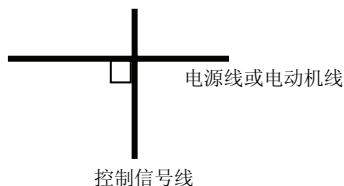

图 4-2 系统配线要求
- (1) 变频器的机电缆线（U、V、W 端子引出线）与电源电缆线（R、S、T 端子输入线）应该保证足够的距离且尽可能远。
- (2) U、V、W 端子三根电机线尽量置于金属管或金属布线槽内。
- (3) 一般控制信号线应采用屏蔽电缆，屏蔽层与变频器 ⊕ 端相连后，以靠近变频器侧单端接地。
- (4) 变频器 ⊕ 端接地电缆必须直接与接地板相连，不得借用其它设备接地线接地，并且接地点应尽可能靠近变频器。
- (5) 强电电缆（R、S、T、U、V、W）不得与控制信号线平行近距离布线，更不能捆扎在一起，须保持 20~60 厘米（与强电电流大小有关）以上的距离。如果要相交，则应相互垂直穿越，如图 4-2 所示。